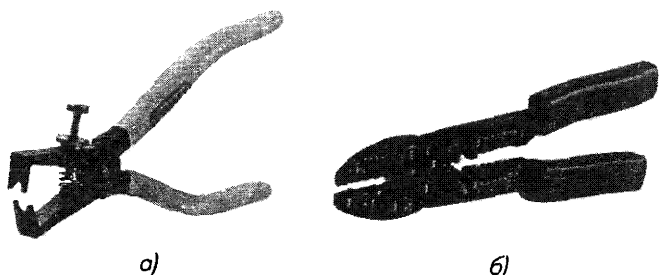

Рис. 1.17. Кусачки для зачистки проводов (а) и электропассатижи (б)
- кусачки или плоскогубцы для зачистки (снятия изоляции) проводов, электропассатижи (стрипперы) – рис. 1.17;